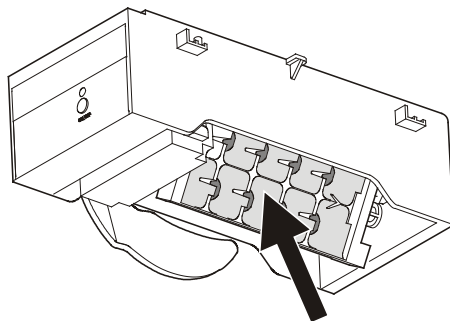

Figura 21
- A continuación, debe vaciarse la bandeja del fabricante de hielo (**Figura 21**). Vea el capítulo "El fabricante de hielo durante las vacaciones" para obtener más información.
Si sale de vacaciones por un período largo, la cubitera del fabricante de hielo (flecha en la **Figura 21**) debe vaciarse.
La cubitera del fabricante de hielo rota hacia abajo. Cuando aparece la temperatura interior en la pantalla, la cubitera se encuentra en la posición hacia abajo (**Figura 21**) y el fabricante de hielo se apaga automáticamente.